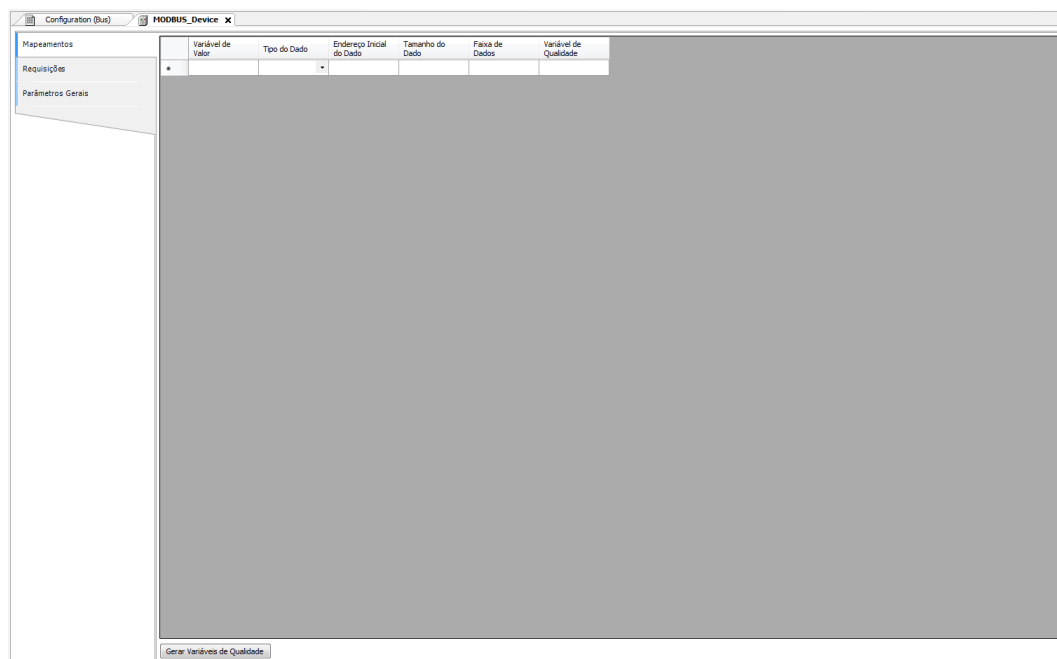

Figura 48: Tela de Mapeamentos de Dados MODBUS
- Adicionar e configurar os mapeamentos MODBUS na aba Mapeamentos conforme Figura 48, especificando o nome da variável, tipo de dados e endereço inicial do dado, o tamanho do dado e a faixa são preenchidos automaticamente.